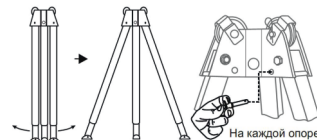

Рис.3
Внимание! Необходимо зафиксировать положение опор для предотвращения возможного изменения положения шатива-треноги в процессе использования, в т.ч. при помощи дополнительных элементов (рис. 3, 4). Наибольшая надежность конструкции достигается при установке на горизонтальной поверхности (рис. 5).
2. Установите треногу в вертикальном положении и раздвиньте опоры в стороны (рис.3)
6. Убедитесь что штифты зафиксированы, концы штифтов должны выступать над поверхностью опоры. (рис. 3 и 4)